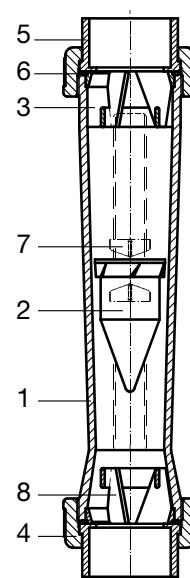

Bild 3
Vor dem Einbau ist zu prüfen, ob das Messrohr und der Schwebekörper sauber und frei von Fremdkörpern sind. Insbesondere müssen die Staubschutzkappen und die Transportsicherung entfernt werden. Müssen dabei die Überwurfmutter (4) (siehe Bild 3) entfernt werden, ist darauf zu achten, dass der Schwebekörper nicht unbeabsichtigt herausfällt und beschädigt wird. Danach ist es zweckmäßig, die freie Beweglichkeit des Schwebekörpers zu prüfen.